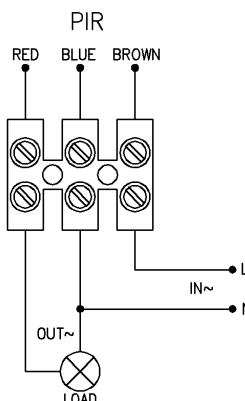

Rys. 1
- Odkręć śruby i zdejmij tylną pokrywę (Rys. 1).